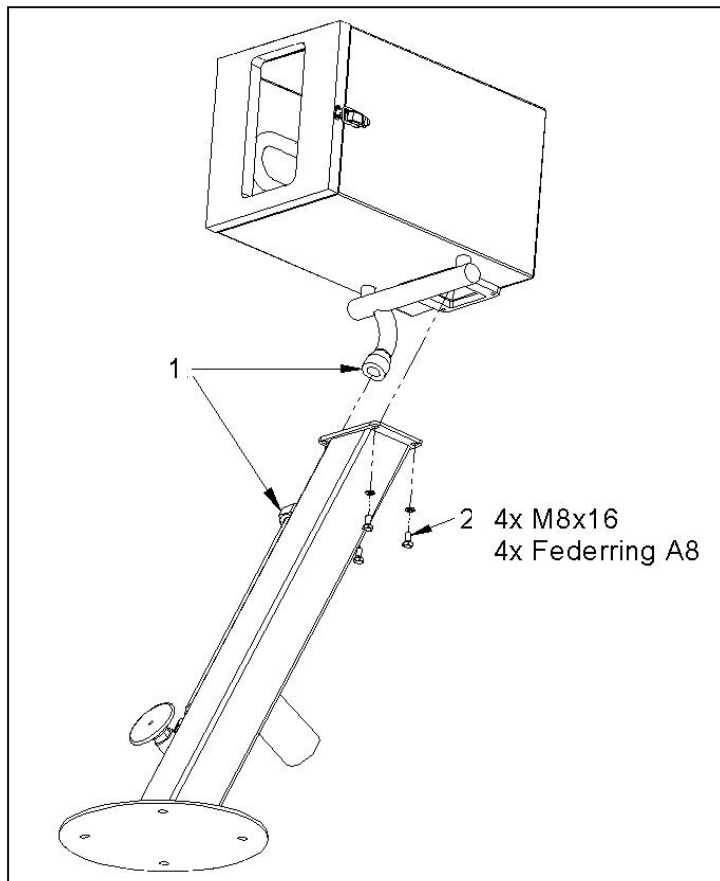

Рис. 5-1
1. Плотно свинтить водяную трубу (1) (Рис. 5-1).
2. Привинтить нижнюю часть машины к верхней части машины с помощью прилагаемых 4 винтов (2) (Рис. 5-1).